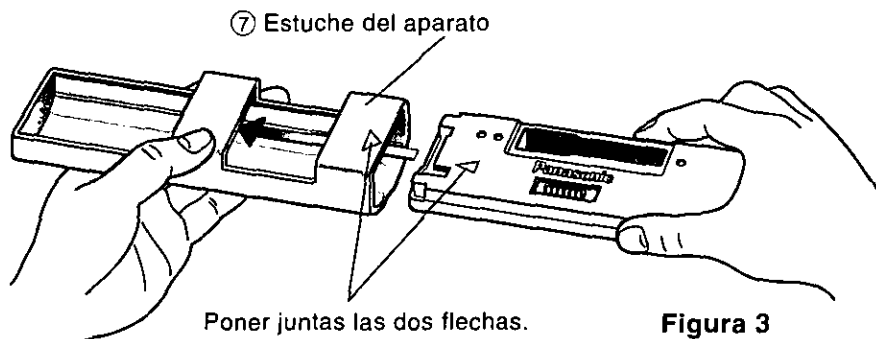

Figura 3
- ④ Como se muestra en la Figura 3, insertar la placa frontal removible con la frecha mirando hacia la caja de la placa frontal removible hasta que escuche un "clic". Mantenga la placa frontal removible dentro de la caja. Luego, Ud. podrá llevar la placa con seguridad.